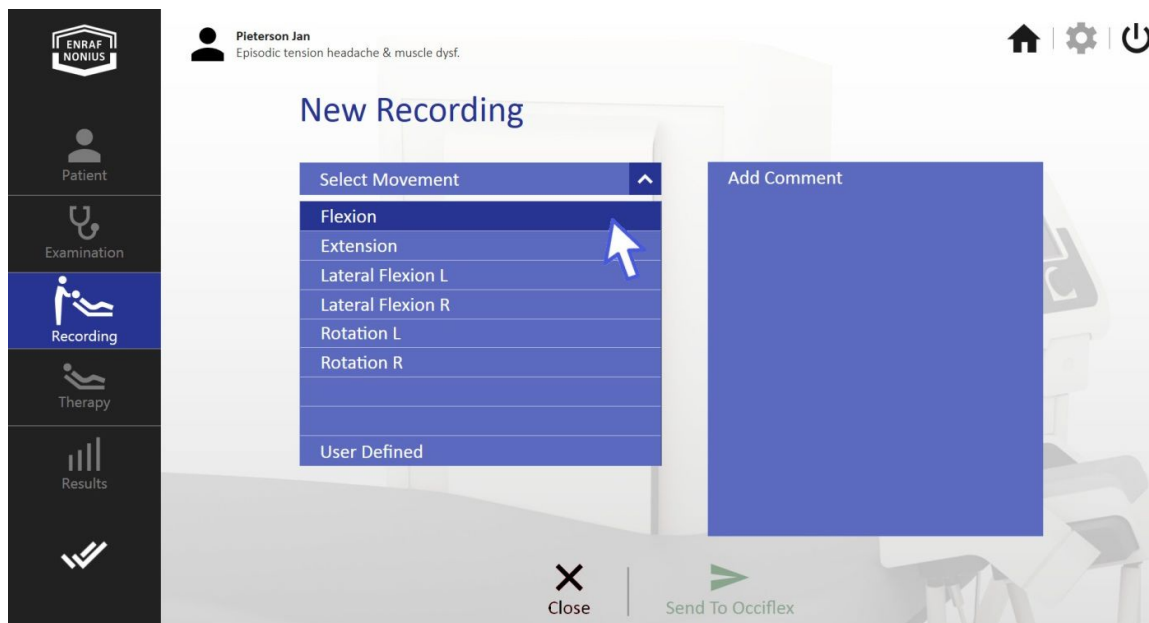

fig. 82
- Select “**Flexion**” (fig. 82).